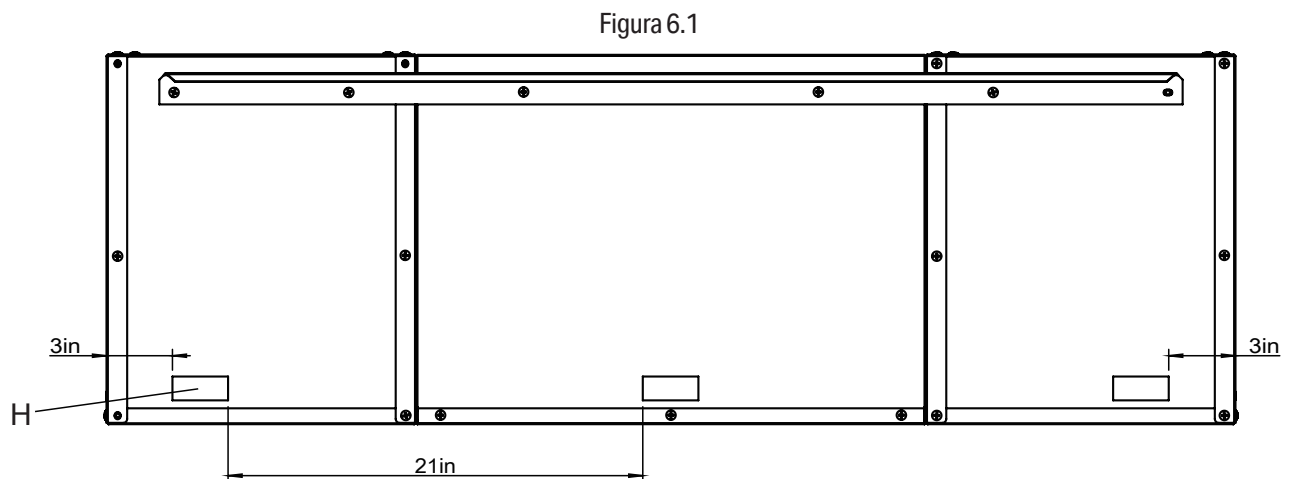

Figura 6.2
- Pendure armários de parede na braçadeira de ligação (D) e certifique-se de que o suporte de montagem do armário (C) está devidamente assente na braçadeira de ligação (D). Ver Figura 6.2